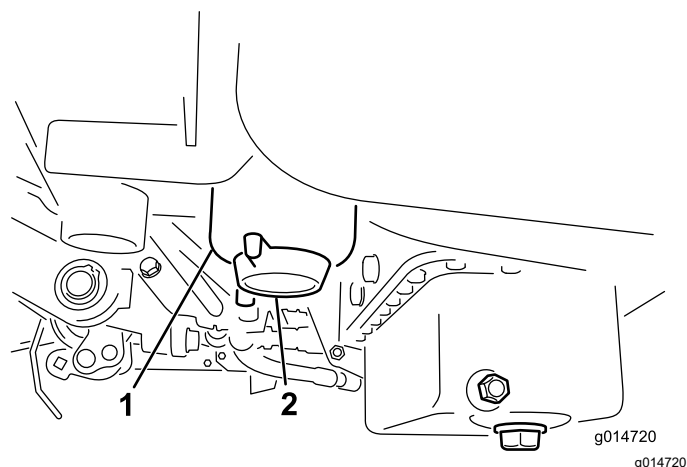

Figura 33
2. Curățați zona de montare a recipientului filtrului (Figura 33).
4. Deschidei buonul de golire al filtrului (Figura 33).